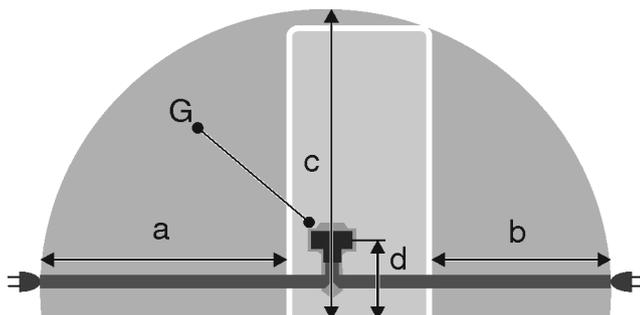

Fig. 23 Frigoriferi combinati/congelatori/apparecchiatura BioFresh a piena capienza
- La presa non si trova dietro all'apparecchio bensì nelle aree a o b Fig. 23 (a, b, c).
- ▶ Inserire la spina Fig. 23 (G) sul retro dell'apparecchiatura. Accertarsi che si innesti correttamente.